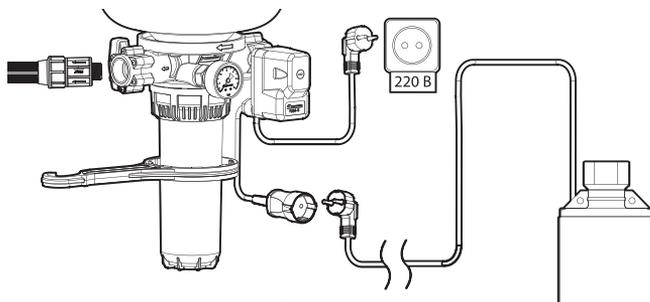

Рисунок 4
8. После монтажа насоса и проверки качества соединения КРАБ с насосом и с водопроводной сетью, подключите КРАБ к источнику электропитания с напряжением 220 В (рисунок 4). КРАБ готов к работе.
8. После монтажа насоса и проверки качества соединения КРАБ-Т с насосом и с водопроводной сетью, подключите КРАБ-Т к источнику электропитания с напряжением 220 В (рисунок 4). КРАБ-Т готов к работе.